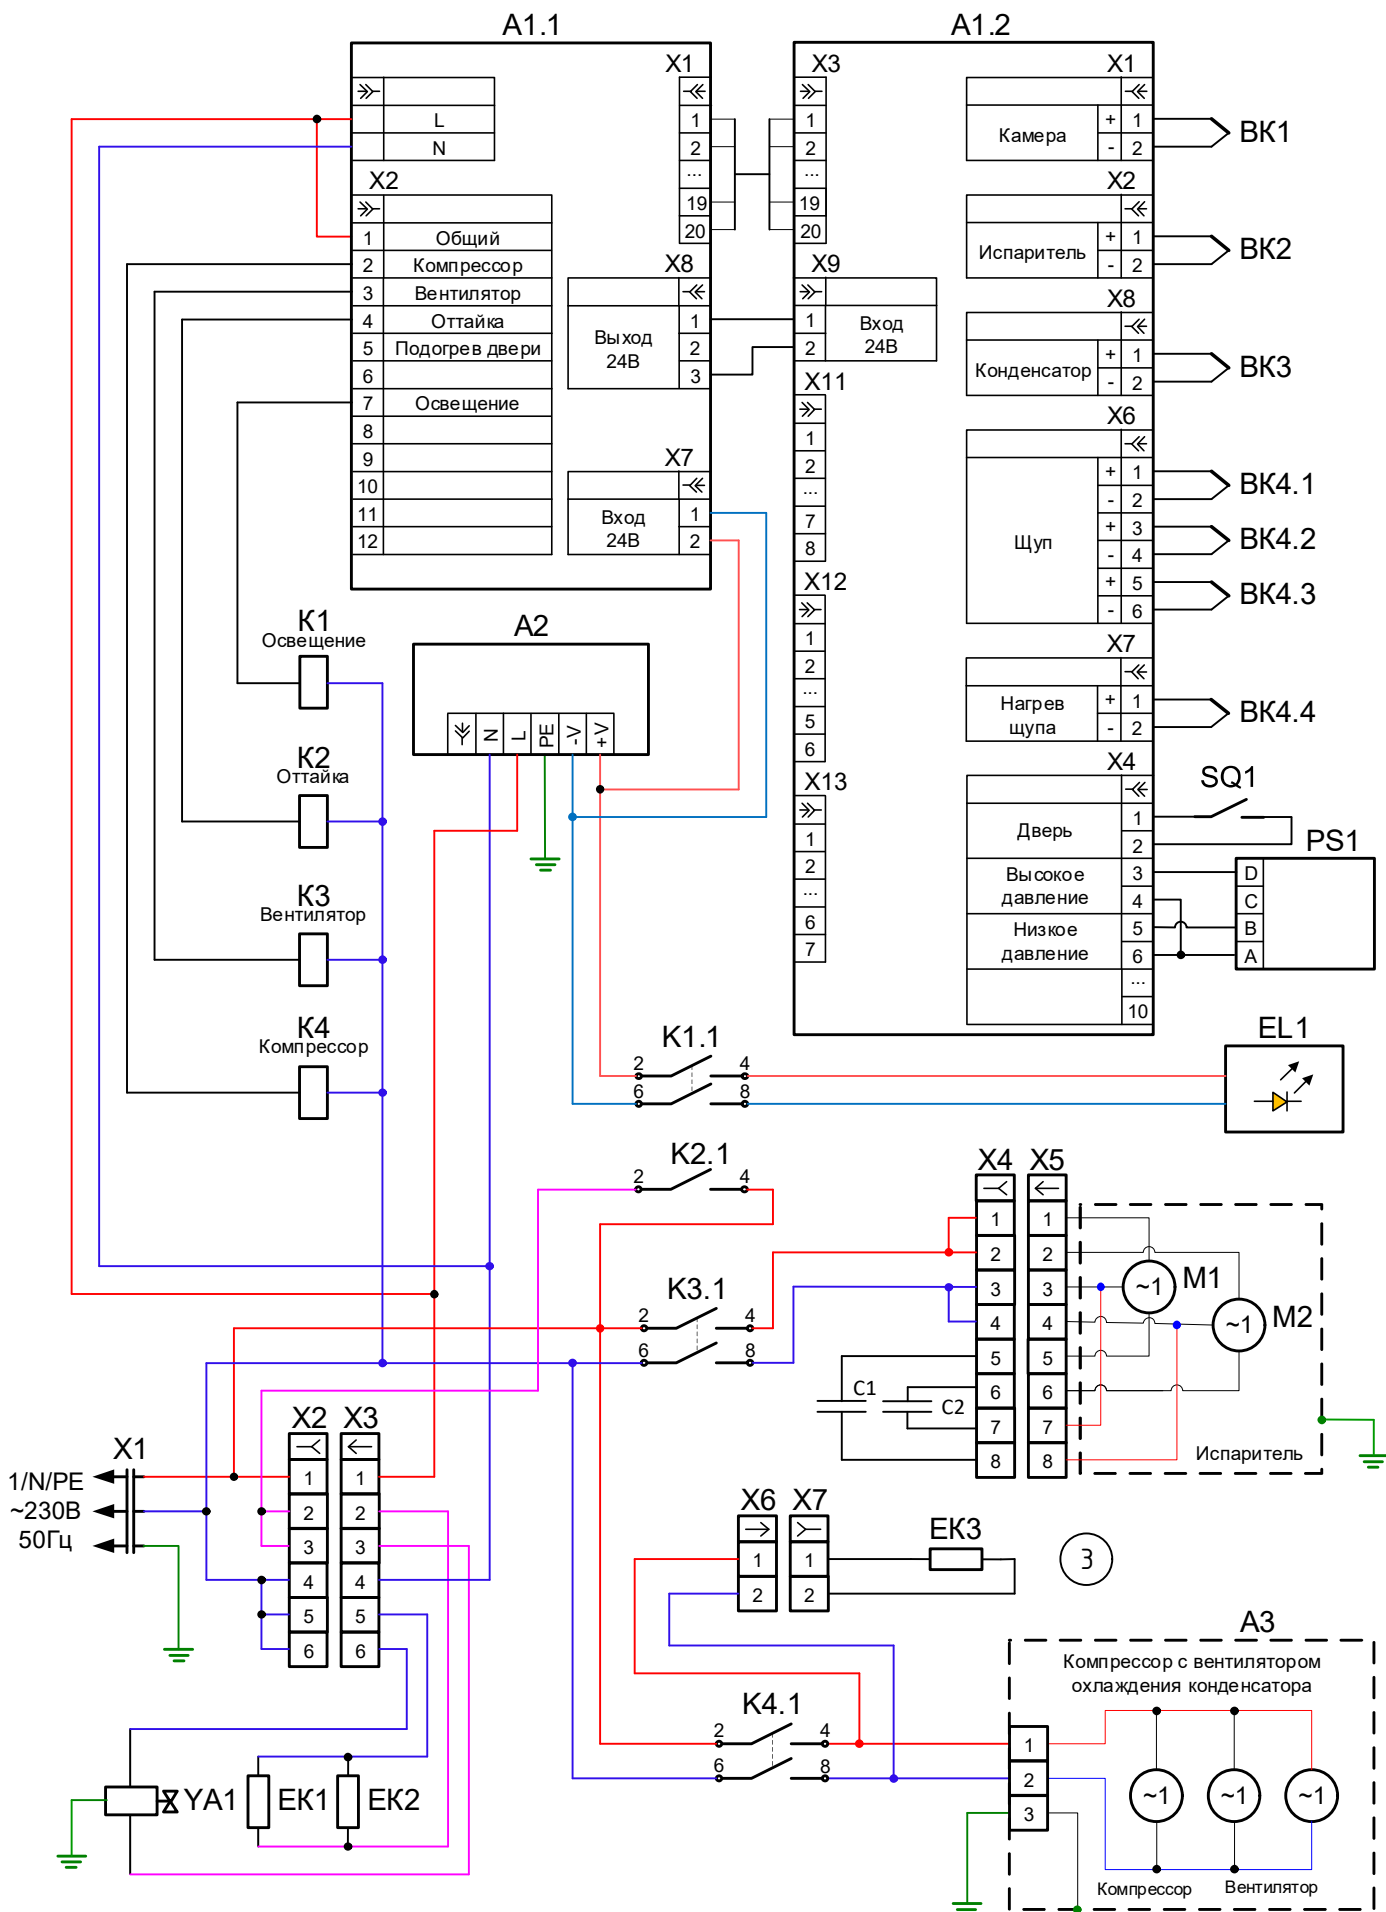

Рис.5 Принципиальная электрическая схема
- установите новый шнур питания, аналогичный штатному шнуру питания (см. Раздел 6 Руководства) в соответствии со схемой электрической на рис.5; Сборку произведите в обратной последовательности.